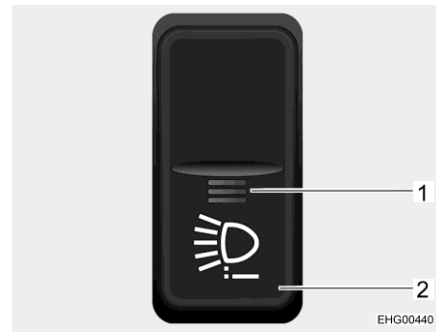

Fig. 15 Commutateur à bascule
- Appuyer sur le commutateur à bascule (Fig. 15,2). L'indicateur de fonctionnement (Fig. 15,1) s'allume en rouge. À l'affichage du combiné d'instruments, le message "Éclairage supplémentaire actif" s'allume brièvement.
Pour désactiver les feux de route supplémentaires à DEL, éteindre le moteur ou appuyer de nouveau sur le commutateur à bascule (Fig. 15,2). L'indicateur de fonctionnement rouge (Fig. 15,1) s'éteint.